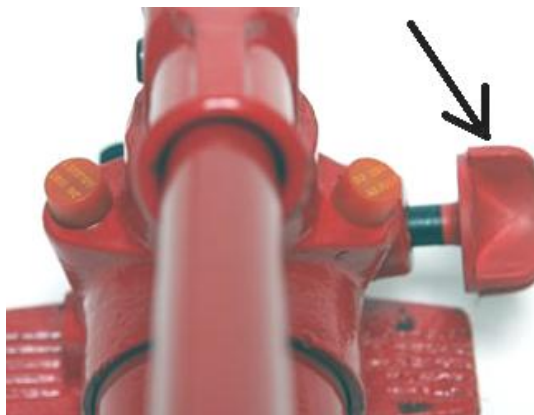

Abbildung 1
- Setzen Sie die Druckplatten (10) auf den Arbeitstisch (5). Legen Sie das Werkstück auf die Druckplatten.
- Drehen Sie das Druckventil (Abb.1) im Uhrzeigersinn, dadurch schließt sich das Pumpventil.
- Betätigen Sie den Pumphebel (4) so lange, bis sich der Pressdorn des Pumpzylinders dem Werkstück nähert.